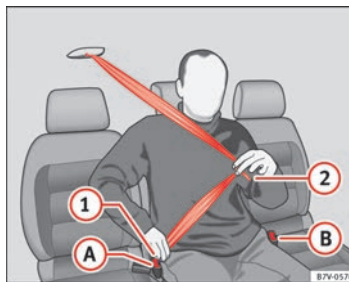

Abb. 12 Sicherheitsgurt am mittleren Sitz in der zweiten Sitzreihe anlegen.
- Gurtband an der Schloßzunge ⇒ Abb. 12 (1) nach unten ziehen. Dabei das Gurtband **nicht** verdrehen ⇒ ⚠.
- Schloßzunge (1) fest in das zum Sitzplatz gehörende Gurtschloß (A) stecken.
- Gurtband an der Schloßzunge (2) über das Becken des Insassen ziehen.